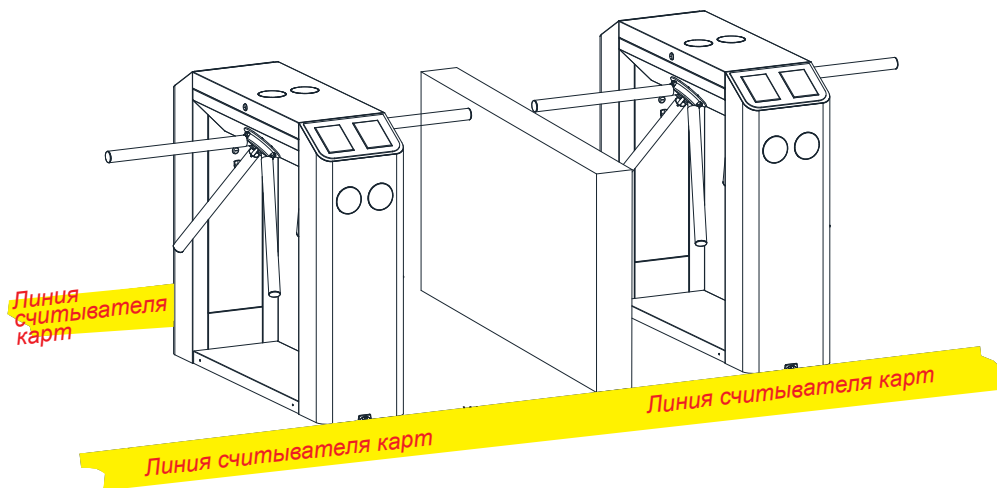

Рис. 6
2. Нанесение предупреждающей линии для считывания карты (см. Рисунок 6). Рекомендуется нанести предупредительную линию для напоминания пользователям о дистанционном сканировании карт, что значительно уменьшит вероятность отказа оборудования, вызванного неправильными действиями.